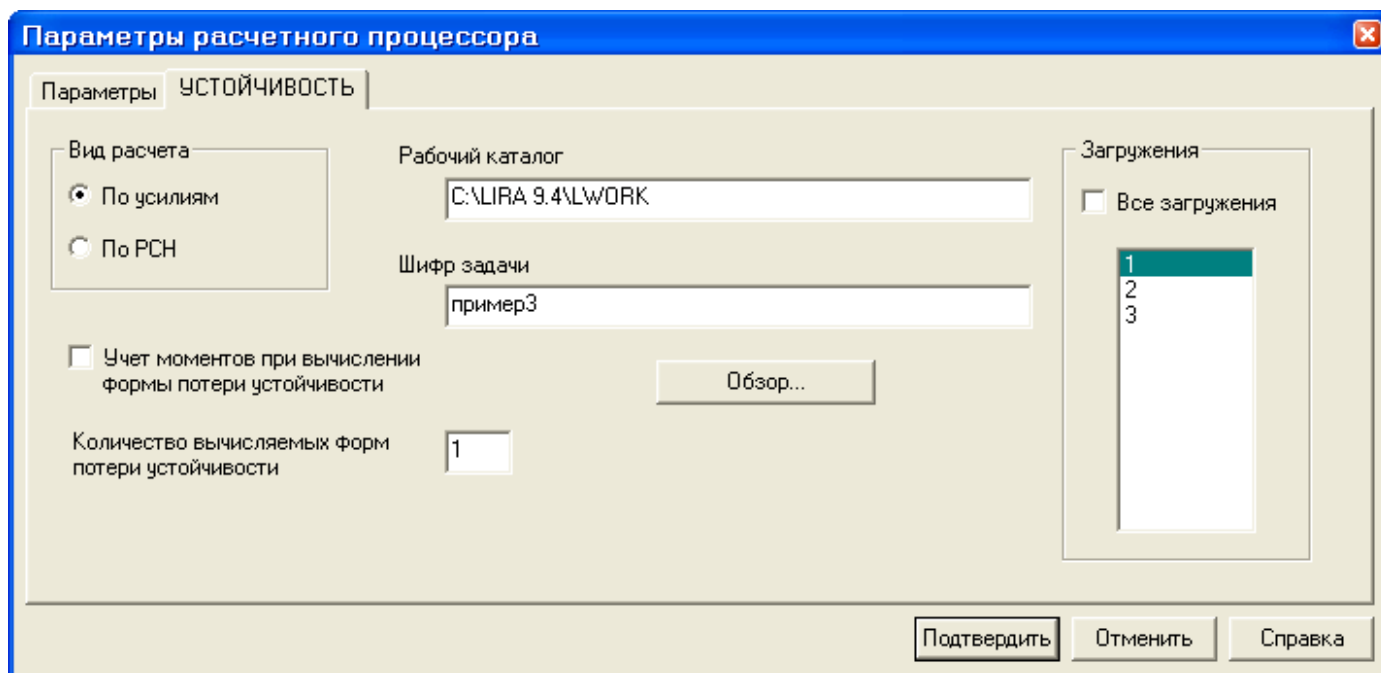

Рис.3.24. Диалоговое окно **Параметры расчетного процессора**
- Для выполнения расчета рамы на устойчивость от первого нагружения, вызовите диалоговое окно **Параметры расчетного процессора** (рис.3.24) с помощью меню **Усилия** ⇒ **Устойчивость** ⇒ **Рассчитать** (кнопка  на панели инструментов).